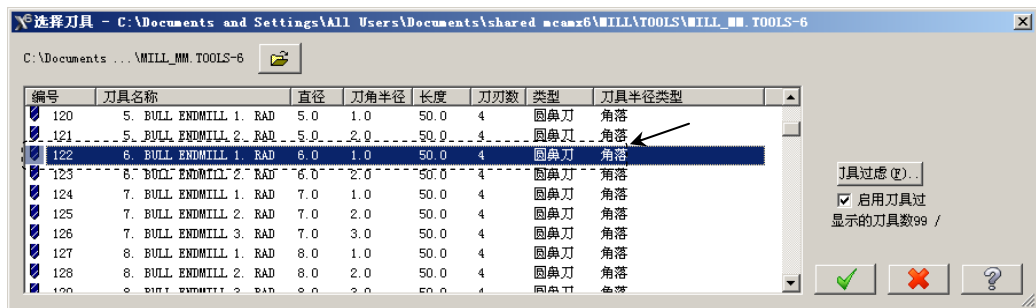

图 14.14 “选择刀具”对话框
Step6. 选择刀具。在“曲面残料粗加工”对话框中,单击 **选择刀具...** 按钮,系统弹出图 14.14 所示的“选择刀具”对话框,在该对话框的列表框中选择图 14.14 所示的刀具。单击 **✓** 按钮,关闭“选择刀具”对话框,系统返回至“曲面残料粗加工”对话框。